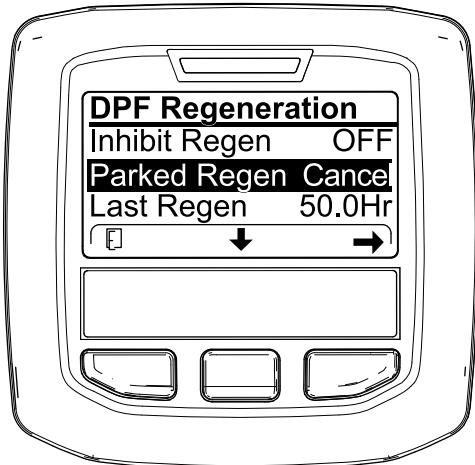
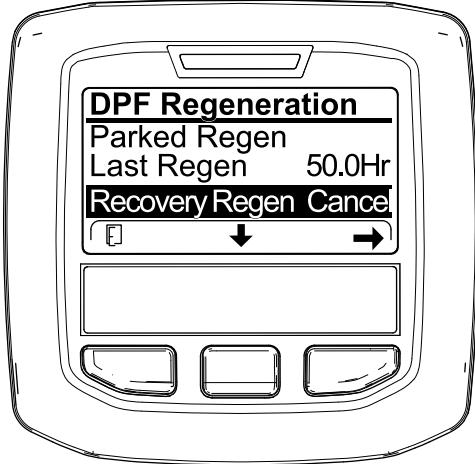

Figura 70
Figura 71
1. Aceda ao menu Regeneração do filtro de partículas de gasóleo (Figura 70).
2. Prima o botão central para ir até à opção CANCELAR REGENERAÇÃO EM ESTACIONAMENTO (Figura 70) ou CANCELAR REGENERAÇÃO DE RECUPERAÇÃO (Figura 71).
3. Pressione o botão direito para selecionar a entrada Cancelar regeneração (Figura 70 ou Figura 71).